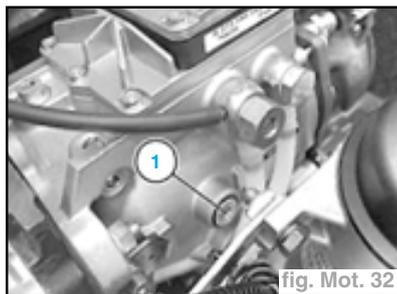

fig. Mot. 32
- Contrôler le calage statique de la pompe et déposer le bouchon fileté (1) (fig. Mot. 32).